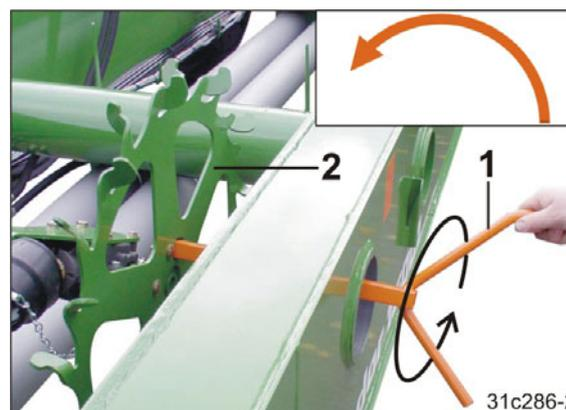

Fig. 160
8. Enfiler le levier de contrôle de débit (Fig. 160/1) sur la roue d'entraînement (Fig. 160/2).